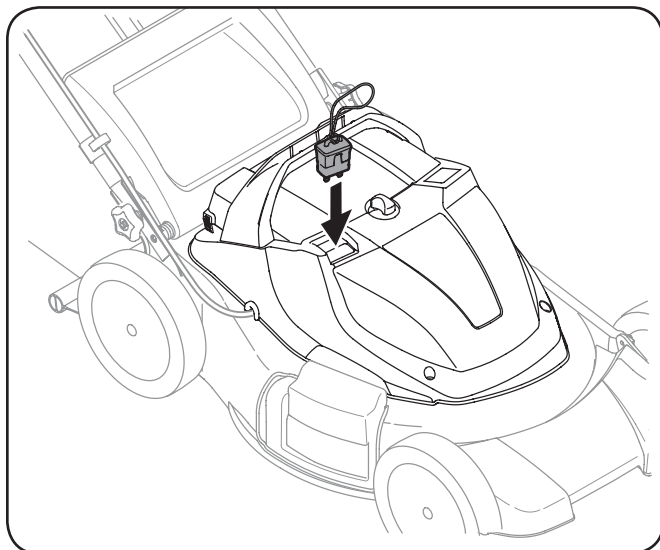

Figure 5-1
1. Mettez la clé. Voir la Figure 5-1.